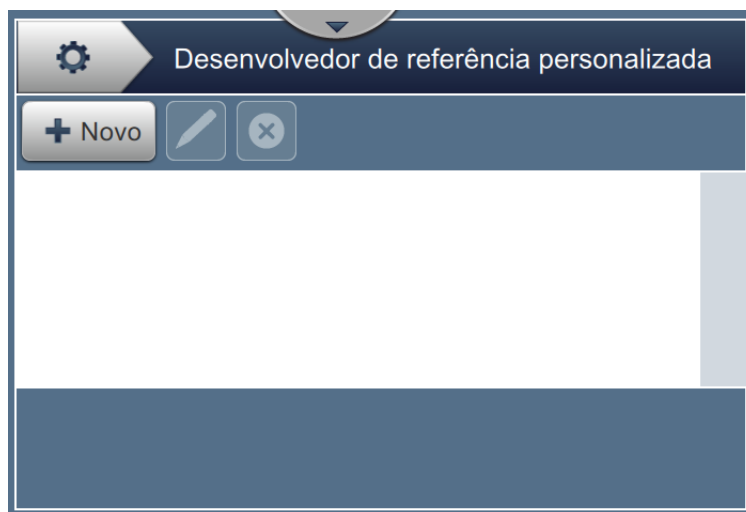

Figura 6-7: Criador de referências personalizadas
1. Toque no botão  na tela Ferramentas. A tela Criador de referências personalizadas é aberta, como mostra a Figura 6-7.
2. Toque no botão  como mostra a Figura 6-7 na página 6-11 para criar um novo campo personalizado. A tela Nome da referência é aberta.